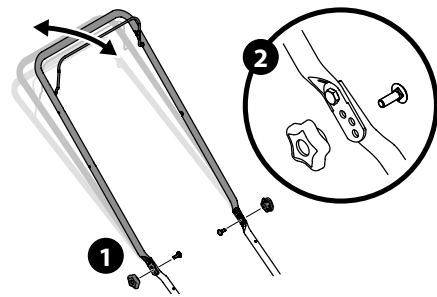

Figure 18
1. Retirez les écrous papillon et les boulons de carrosserie du guidon. Voir Figure 18.
2. Ajustez le guidon dans une des trois positions. Voir l'encadré de la Figure 18.